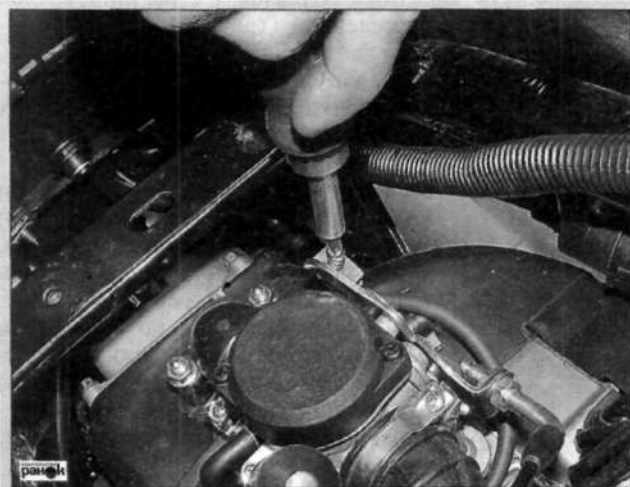

Рис. 33. Регулировка оборотов холостого хода
- указанные операции повторить 3–4 раза (рис. 33, 34), постепенно снижая частоту холостого хода;